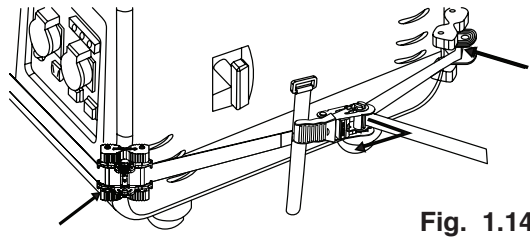

Fig. 1.14
l. Une fois que les renforts angulaires sont à l'emplacement souhaité, ouvrez et fermez la poignée à cliquet 1 ou 2 fois pour commencer à serrer le système (Fig. 1.14). **Ne serrez pas trop le système au point de ne pouvoir effectuer aucun ajustement au placement des renforts d'angle.**